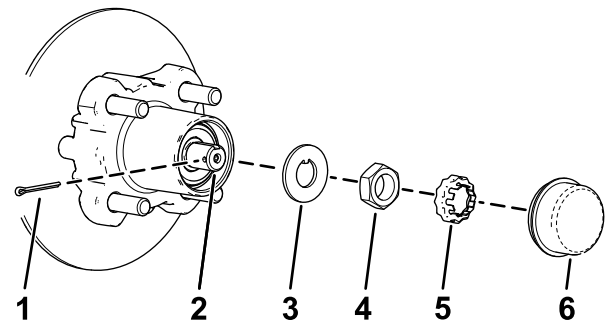
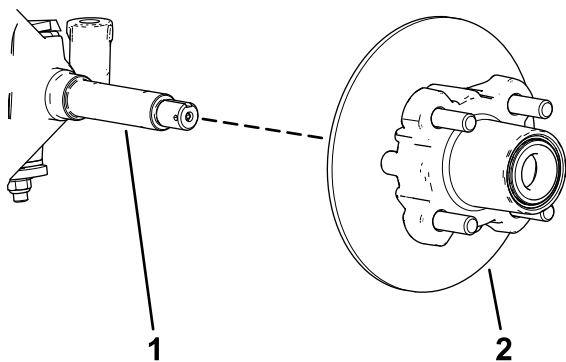

Figure 39
Figure 40
4. Déposez le couvre-moyeu du moyeu (Figure 39).
5. Retirez la goupille fendue et l'arrêt d'écrou de la fusée et de son écrou (Figure 39).
6. Retirez l'écrou de la fusée et déposez l'ensemble moyeu et disque de la fusée (Figure 39 et Figure 40).